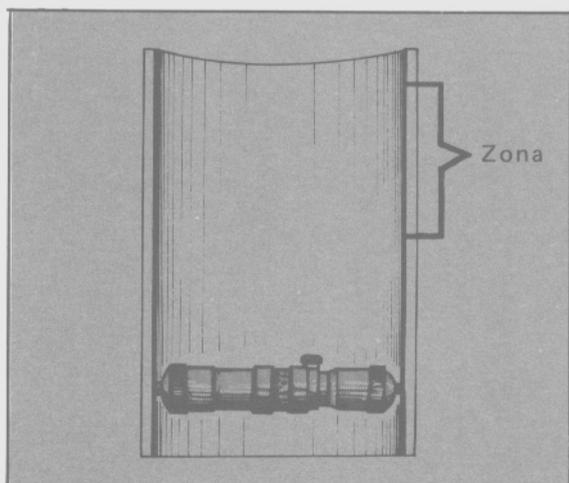

Fig. 70 - Zona de recorrido de los aros. Ubicación del micrómetro
- Medir el diámetro de los cilindros en su parte inferior, fuera de la zona del recorrido de los aros. (Fig. 70).